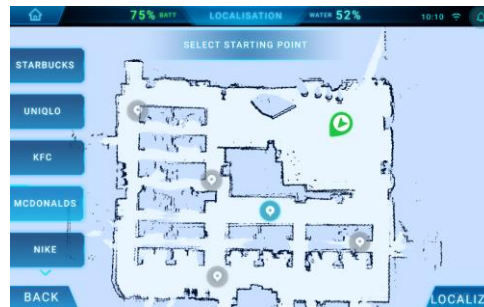

Fig. 1
1. Met een juist gelokaliseerde REX SCRUB zouden de scanlijnen van de LIDAR (aangegeven door punten en segmenten op de kaart) goed overeenkomen met de kaartkenmerken (weergegeven als zwarte lijnen) (zoals te zien is in Fig. 1). Als de scan van de REX SCRUB op de app niet naar tevredenheid overeenkomt met de kaartkenmerken, kan de robot iets verplaatst worden om de lokalisatie-instelling te herhalen.